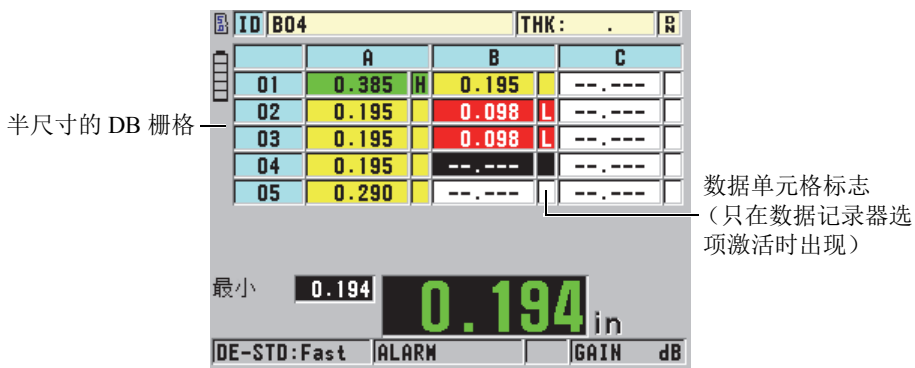

图 9-7 半尺寸 DB 栅格示例
数据库栅格（DB 栅格）表现为一个由二维数据构成的表格。这种表现形式可使用户在栅格的任意方向上自由移动，而无需按照预置的 ID 码顺序移动。用户使用箭头键，可以更方便地移动到任何一个位置，而不是自动递增到下一个 ID 码位置。仪器可同时显示 A 扫描、DB 栅格和厚度读数（参见第 148 页的图 9-7）。用户可配置栅格中的单元格，使用不同的数据单元格标志和背景色表示厚度读数所处的范围。
6. 将**数据单元标志**设为可选择的一个选项，以在数据库栅格中的每个数据单元格中显示一个单个数据标志。数据单元格标志是出现在数据单元格中的厚度值右侧的小框中的一个字母（参见第 148 页的图 9-7）。可用的选项有：